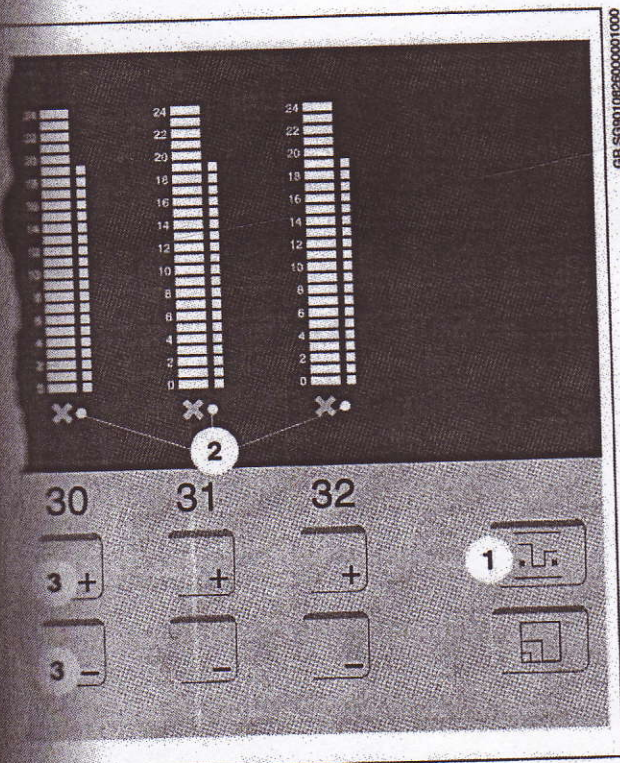

Рис. 72
- 1 Нажмите клавишу *Красочные зоны-Назначение групп* (Рис. 72/1). На индикации мигают все светодиоды групп (Рис. 72/2).
- 2 С помощью клавиш +/- задания профиля красок (Рис. 72/3) определить область группы.